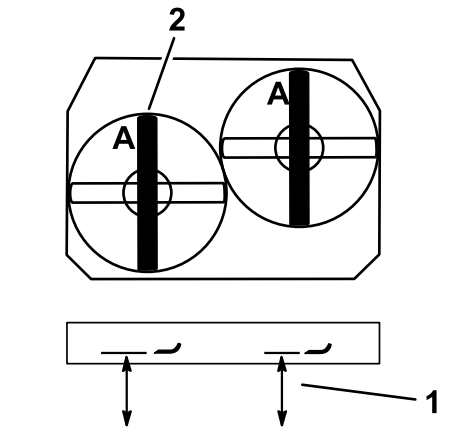

Figura 73
2. Misurate da un piano orizzontale fino al tagliente delle lame, posizione **A**, (Figura 73).